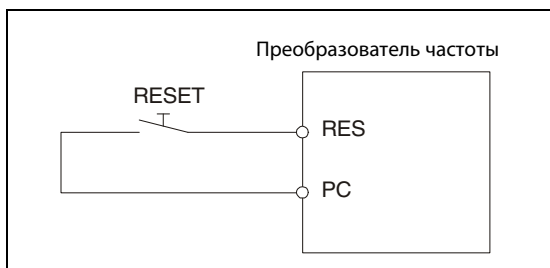

Рис. 7-3:
- Включив сигнал RESET (т. е. соединив клеммы RES и SD при отрицательной логике или клеммы RES и PC при положительной логике, как это изображено на Рис. 7-3) по меньшей мере на 0.1 секунды с последующим отключением. Если сигнал RESET остается включенным, на экран выводится сообщение "Err."